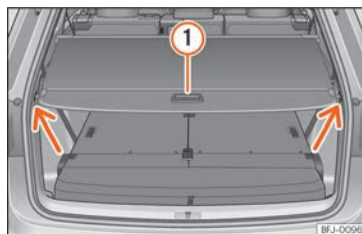

Fig. 152 Dans le coffre à bagages : plage arrière fermée.
- Tirez légèrement vers l'arrière sur la poignée de fermeture »» fig. 152 ① du cache